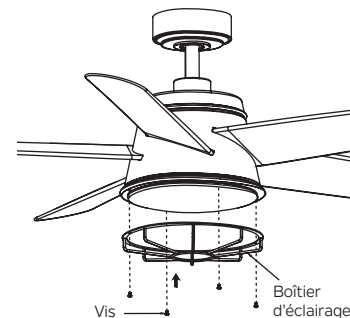

Fig. 23
**Étape 3.** Tenez le boîtier d'éclairage contre le boîtier de l'interrupteur, alignez-le avec 4 trous et serrez fermement avec 4 vis se trouvant dans le pack de matériel. (Fig. 23)